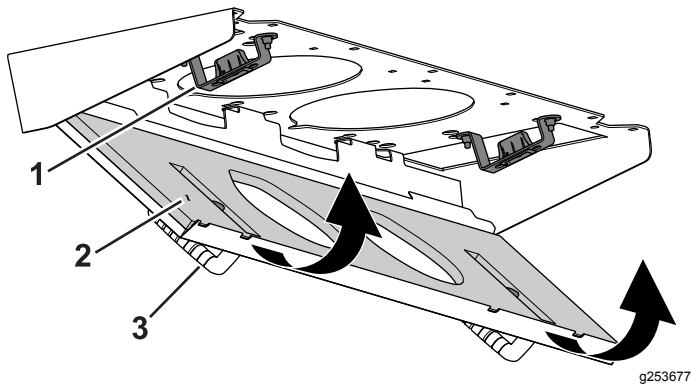

Bild 117
4. Drehen Sie den Filterschirm um die Laschen, bis der Riegel in die Riegelhalterung (Bild 117) einrastet.